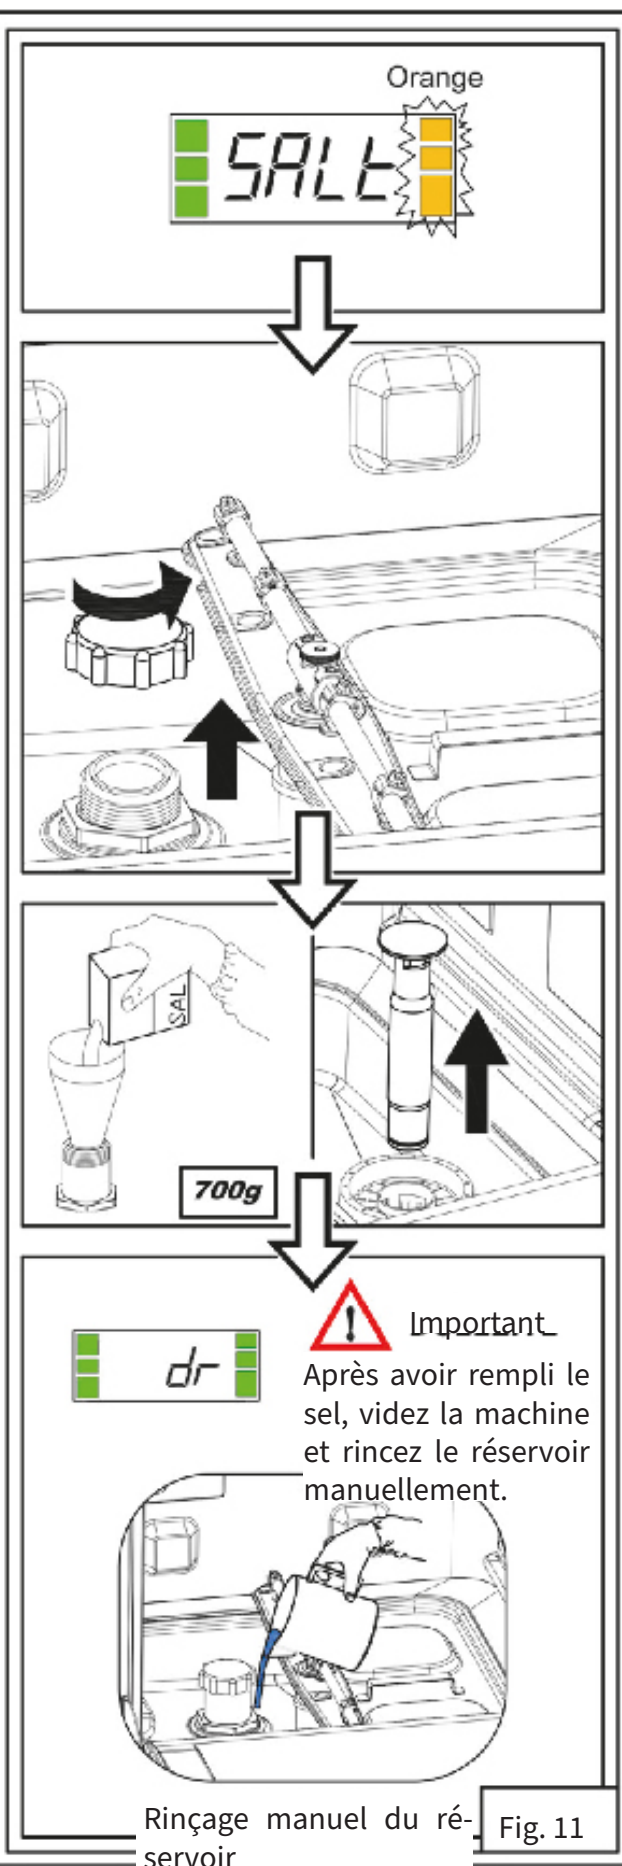

Fig. 11
- Dévissez le bouchon du bac à sel (Fig. 11).